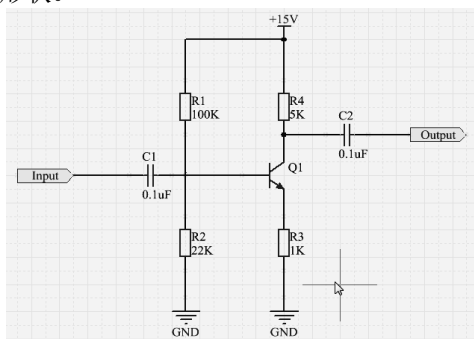

图 4-1-63 鼠标指针变为十字形
① 执行菜单命令 Edit → Move → Drag，鼠标指针变为十字形，如图 4-1-63 所示。